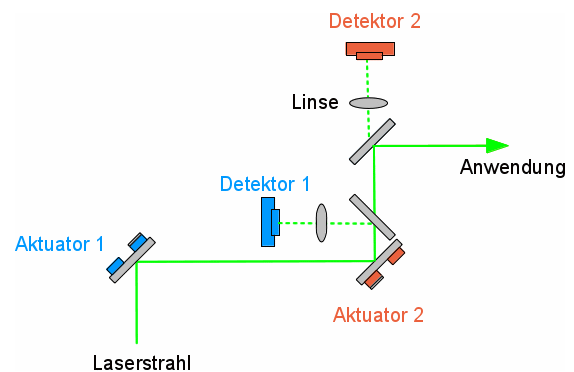

Abbildung 10: Aufbau wie in 9, mit zusätzlichem Strahlteiler und Linse vor Detektor 1 sowie Linse vor Detektor 2 (Einsatz z.B. bei großem Strahldurchmesser)
- Abbildung 10 zeigt einen ähnlichen Aufbau, bei dem vor den Detektoren noch Linsen platziert sind. Gleichzeitig wurde ein Strahlteiler in den Strahlengang gestellt. Dieser Aufbau empfiehlt sich z.B. bei großen Strahldurchmessern. Detektor 1 darf dann nicht im Fokus stehen, da er dort nur Winkelfehler, keine Positionsfehler detektieren kann (siehe hierzu auch die ausführliche Beschreibung „Optimierung des Aufbaus mit Linsen“).